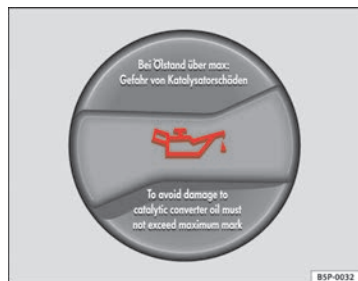

Fig. 159 Tapón de la boca de llenado de aceite del motor en el vano motor
- Desenrosque el tapón de la boca de llenado de aceite del motor ⇒ fig. 159.